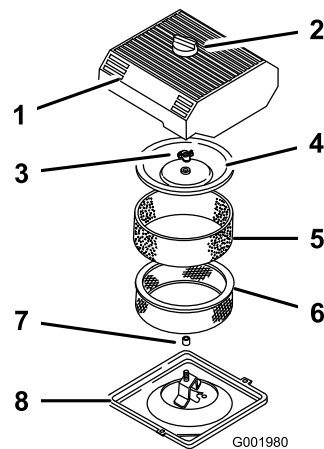

Figura 42
3. Pulite intorno al filtro dell'aria per evitare che la morchia possa penetrare nel motore provocando gravi danni (Figura 42).
4. Svitare la manopola sul coperchio del filtro dell'aria e togliete il coperchio (Figura 42).
5. Togliete con cautela l'elemento in schiuma sintetica dall'elemento di carta (Figura 42).
6. Svitare il dado del coperchio e togliete sia il coperchio che l'elemento di carta (Figura 42).
- Infilate con cautela l'elemento in schiuma sintetica sopra l'elemento di carta del filtro dell'aria (Figura 42).
- Avvitare a fondo, manualmente, il dado contro il coperchio (Figura 42).
- Montate il coperchio del filtro dell'aria e la manopola (Figura 42).